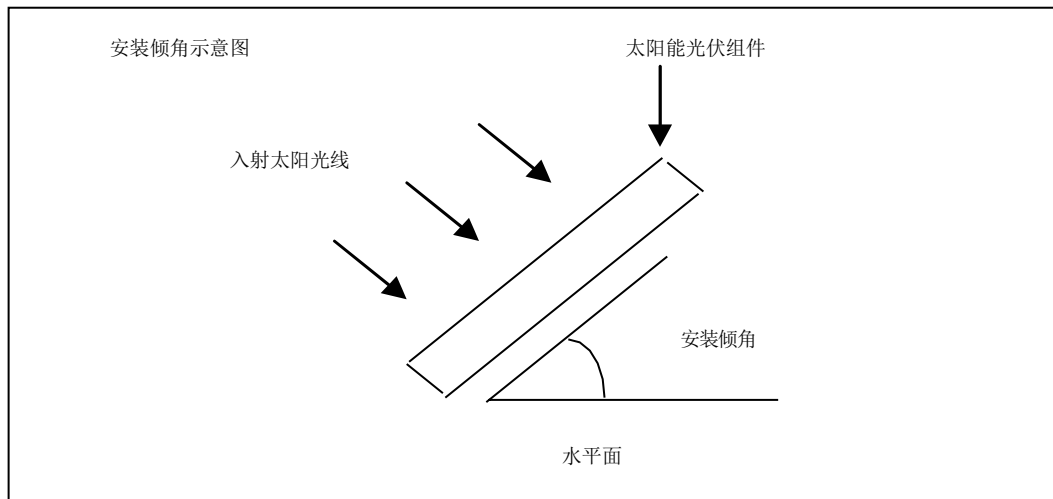

图 7-1 安装倾角示意图
- 安装倾角是指太阳能光伏组件与地平面之间的角度参考表 7-2，图示见图 7-1。